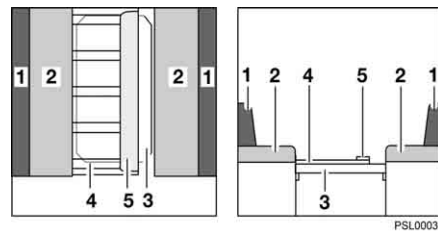

Fig. 42 Pendant la transformation
- Déplier l'élargissement (Fig. 42,5) du sommier à lattes.
- Tirer les coussins d'assise (Fig. 42,2) vers le centre du sommier à lattes.
- Placer les coussins de dossier (Fig. 42,1) entre les coussins d'assise et la paroi extérieure.